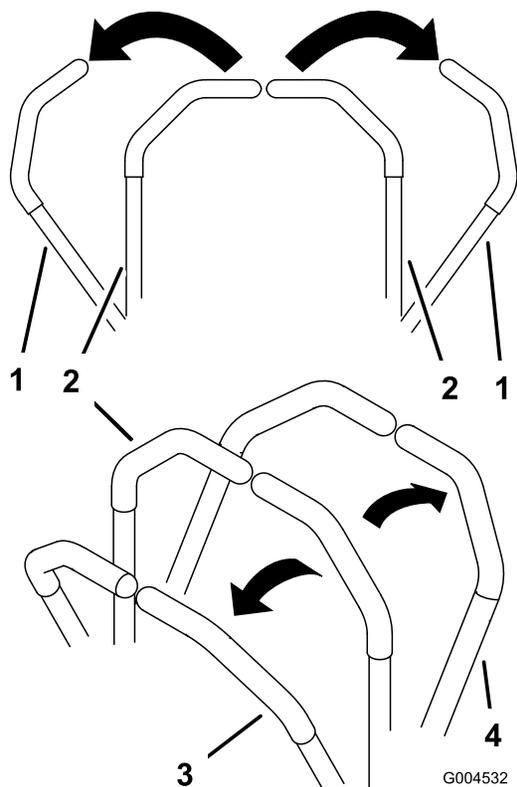

Figura 15
1. Mueva las palancas de control de movimiento hacia fuera (Figura 15) a la posición de bloqueo/punto muerto.
- Para ir hacia adelante, empuje lentamente las palancas de control de movimiento hacia adelante (Figura 15).
Para ir recto, aplique la misma presión a ambas palancas de control de movimiento (Figura 15).
Para girar, mueva la palanca de control de movimiento hacia punto muerto en el sentido en el que desea girar (Figura 15).
- Para ir hacia atrás, tire lentamente de las palancas de control de movimiento hacia atrás (Figura 15).
Para girar, deje de empujar la palanca de control de movimiento del lado al que desea girar (Figura 15).